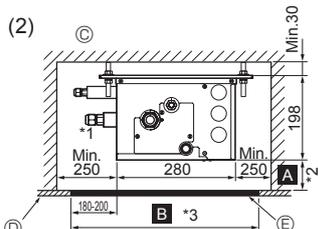
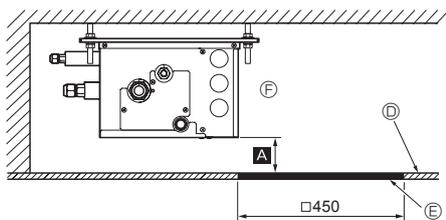

Fig. 4-5
Fig. 4-6
(2) Zijaanzicht (Fig. 4-5, Fig. 4-6)
Ais "□ 450" maakt u een onderhoudsgat aan de zijde van een printplaat (zoals getoond in Fig. 4-6), en is "min. 300 mm" nodig als afstand Ⓐ.